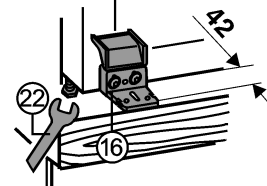

Fig. 19
- ▶ I dybden rettes kunststofvinklen Fig. 19 (16) ud, så den flugter med møbelsidevæggenes forkanter, også når vinklen herved rager ud over møbelbunden.
- ▶ Apparatet rettes ud med de justerbare fødder ved hjælp af vedlagte gaffelnøgler Fig. 19 (22), så det står lige.